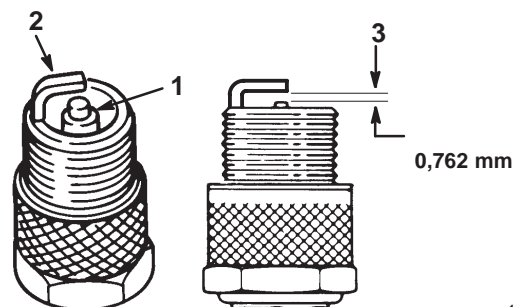

Figure 24
1. Inspectez le centre de la bougie (Fig. 24). Si le bec de l'isolateur est recouvert d'un léger dépôt gris ou brun, le moteur fonctionne correctement. S'il est couvert d'un dépôt noir, c'est généralement signe que le filtre à air est encrassé.
2. Contrôlez l'écartement entre l'électrode centrale et l'électrode latérale (Fig. 24). Courbez l'électrode latérale (Fig. 24) si l'écartement est incorrect.